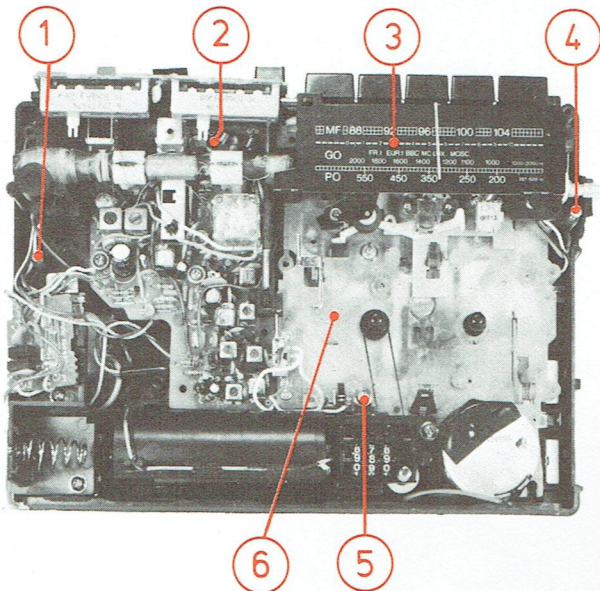

Fig. 2
B – DEPOSE DE L'ENSEMBLE CHASSIS PLASTIQUE (Fig. 2)
- 2° - Déposer le cadran (3) figure 2.
- 4° - Dévisser et enlever les vis et rondelles (4), déposer la tête d'enregistrement/lecture (9) puis le ressort (10).
- 5° - Dévisser et enlever les vis et rondelles (1) et (3), enlever les pattes (11), puis déposer la tête d'effacement (2).
- 3° - Enlever l'anneau d'arrêt (6).
- 4° - Maintenir le ressort (8) hors de son logement (7).
- 5° - Déposer l'ensemble galet presseur (5).